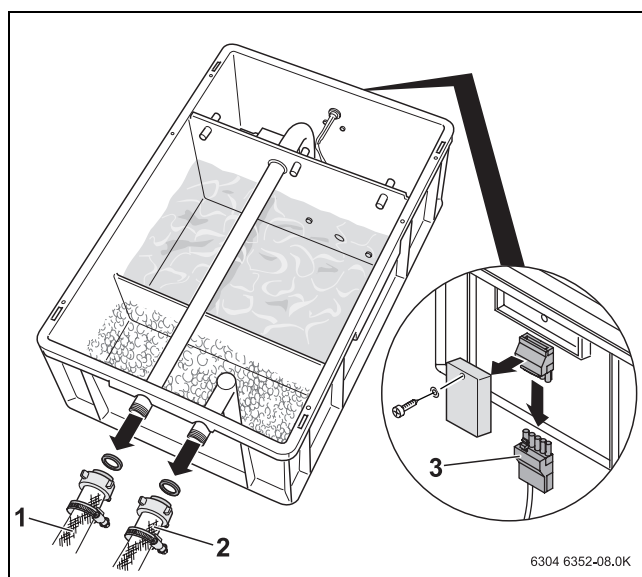

Рис. 9 Техническое обслуживание
- ▶ Выньте штекер устройства нейтрализации (рис. 9, [3]).
- ▶ Вставьте штекер (рис. 9, [3]) в устройство нейтрализации.